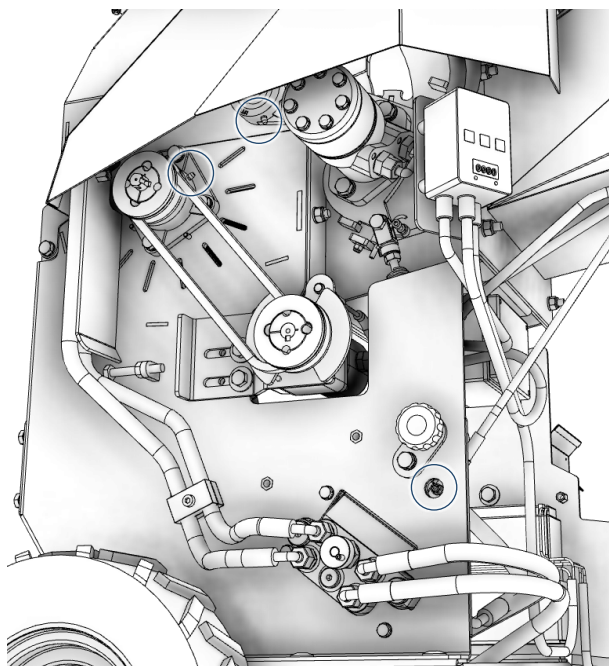
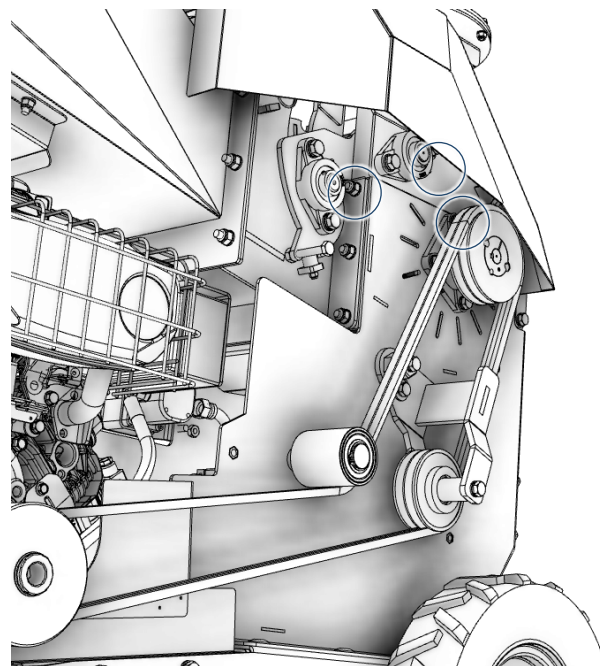
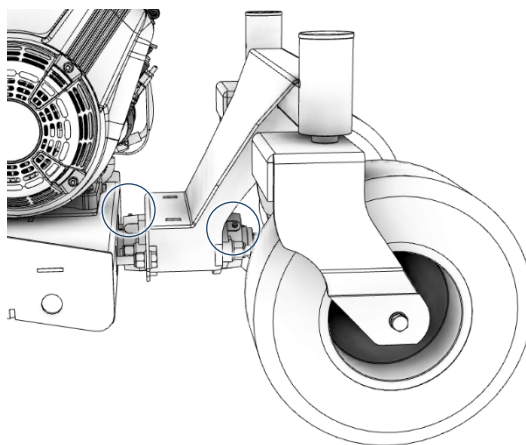

Fig. 9-5 – Points de graissage de la machine – vue côté gauche sans le protecteur fixe
Fig. 9-6 – Points de graissage de la machine – vue côté droit sans le protecteur fixe
Fig. 9-7 – Points de graissage de la machine – articulation du châssis basculant
- Appliquez la graisse polyvalente (CENTOPLEX 2 EP) directement sur les points de graissage (Fig. 9-5, Fig. 9-6 et Fig. 9-7), en utilisant des graisseurs manuels ou assistés par servo;